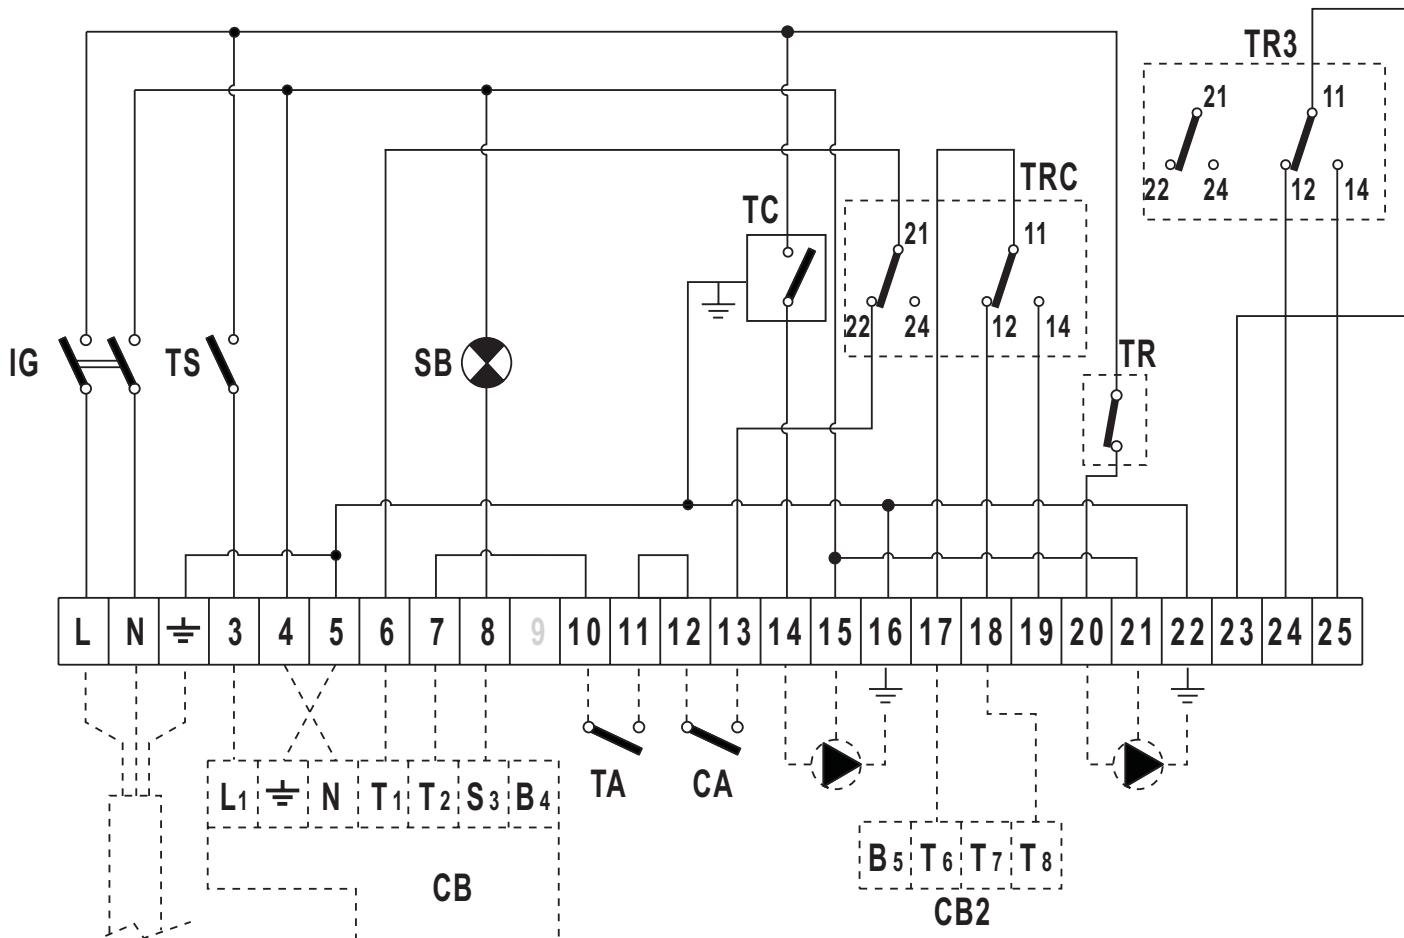

fig. 4 - Schéma électrique du panneau de contrôle 0QC077XA
Schéma du bornier des branchements électriques (fig. 4)
- 0QC077XA** – Терmostатическая 3-ступенчатая панель управления с рециркуляцией (fig. 4)